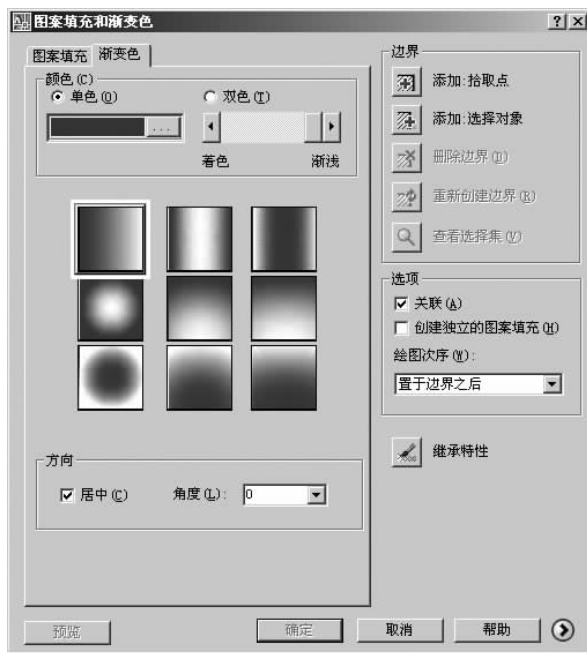

图 3-47 “渐变色”选项卡
(2) 在“渐变色”选项卡(如图 3-47 所示)中,用户可根据要求对“单色”、“双色”、“渐变图案”、“居中”、“角度”等选项进行相应的设置,还可以设置颜色填充的方向。